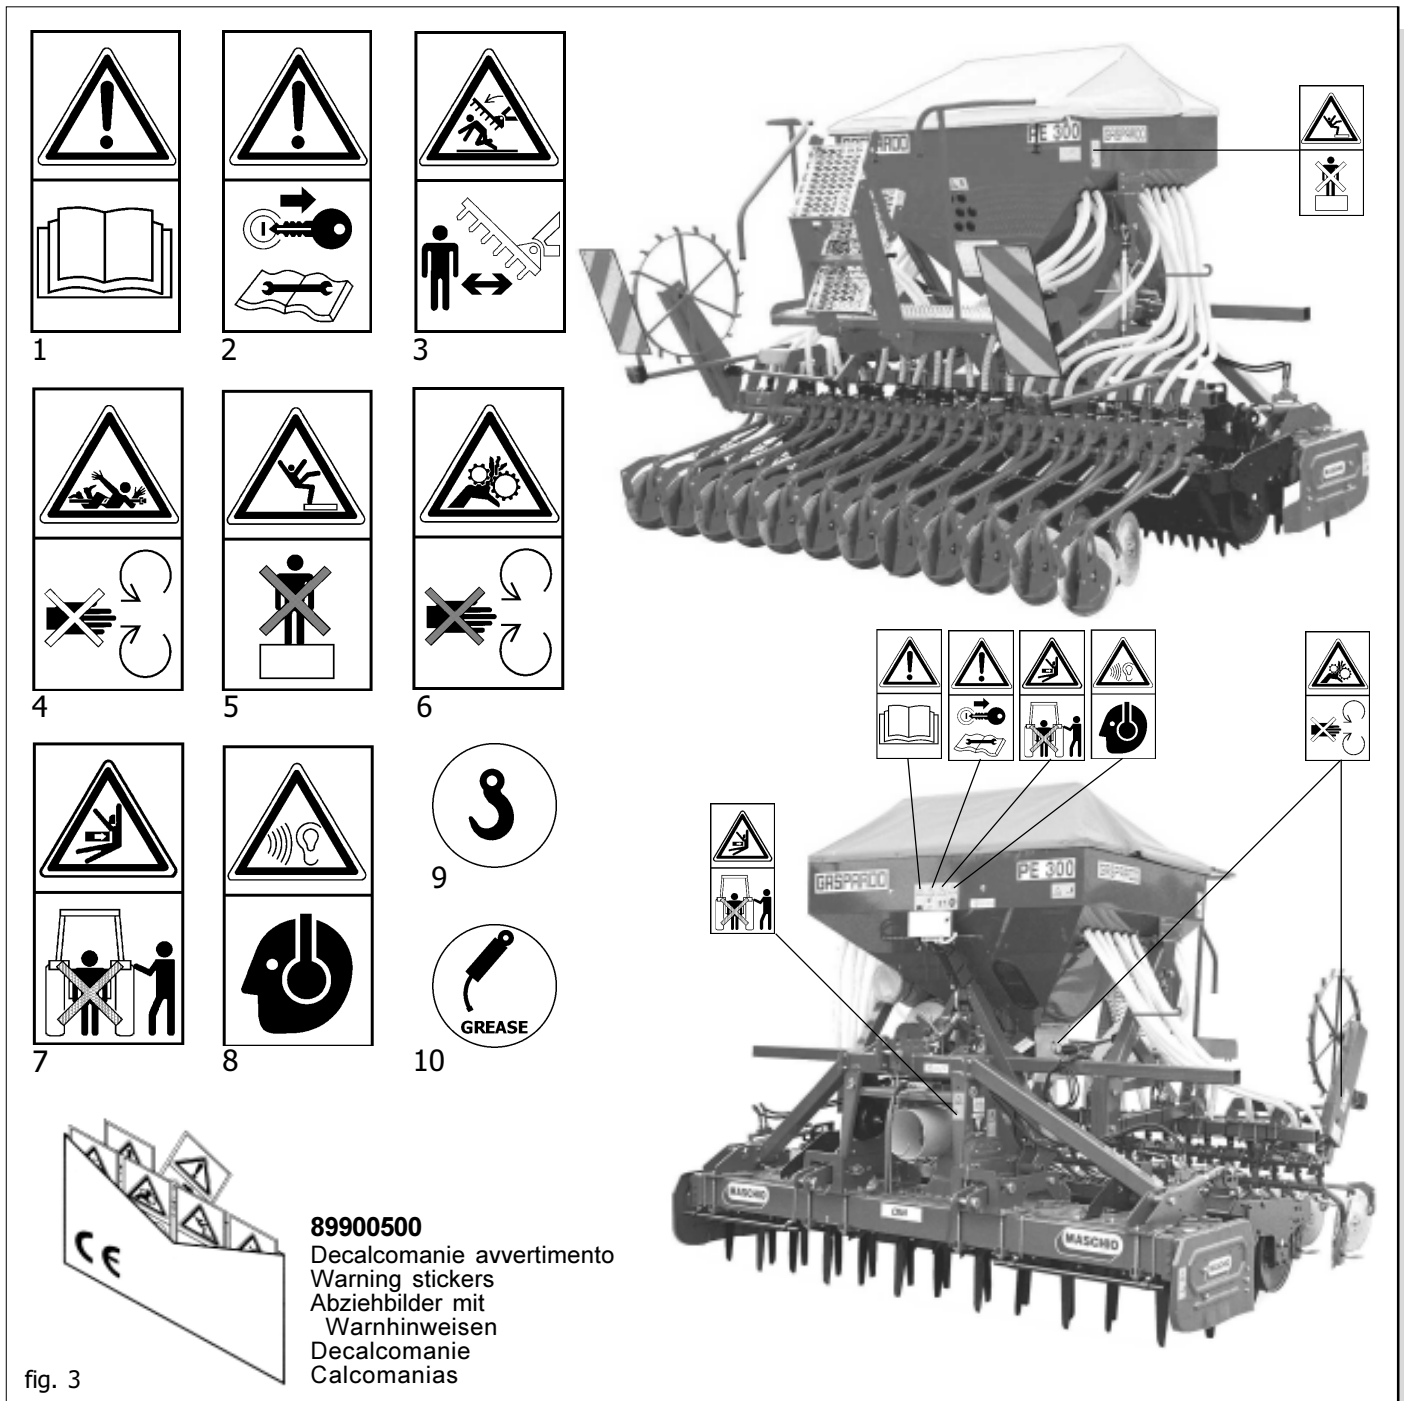

fig. 3
Tendere le fune per livellare la macchina. I punti di aggancio sono individuabili dalla presenza del simbolo grafico "gancio" (9 Fig. 3).
Il particolare (B) (Fig. 3) funge solo da guida per le fune di sollevamento.
I segnali descritti sono riportati sulla macchina (Fig. 3). Tenerli puliti e sostituirli se staccati o illeggibili. Leggere attentamente quanto descritto e memorizzare il loro significato.